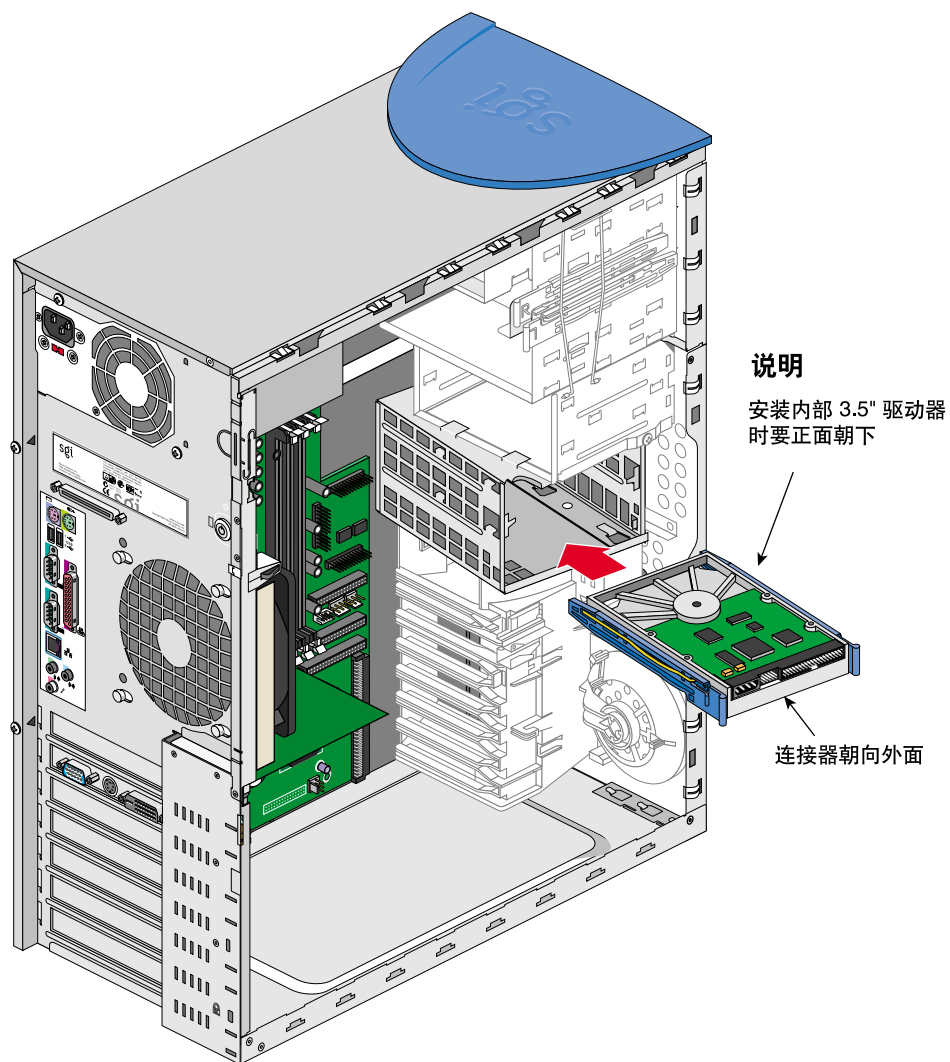

图 2-9 在内部驱动器托架中安装驱动器
5. 若要在内部驱动器托架中安装 3.5 英寸驱动器，请将驱动器正面朝下放入所选的驱动器托架并使其在托架中向前滑，直到滑轨准确就位。图 2-9 显示了驱动器的正确安装方法。